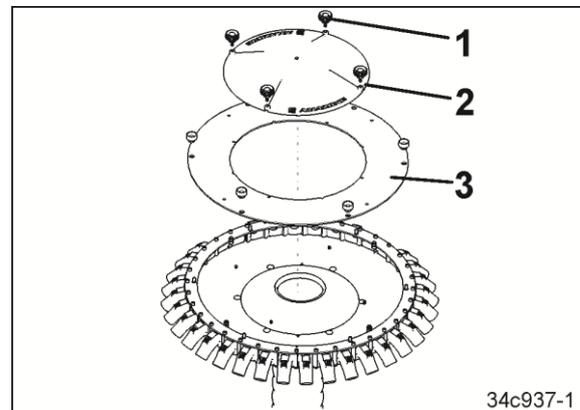

Fig. 441
1. Rändelschrauben (Fig. 441/1) lösen und den Deckel (Fig. 441/2) vom Verteilerkopf abnehmen.
3. Bestimmte Verteilerköpfe besitzen eine Deckplatte (Fig. 441/3). Zur intensiven Reinigung, die Deckplatte (Fig. 441/3) entfernen.